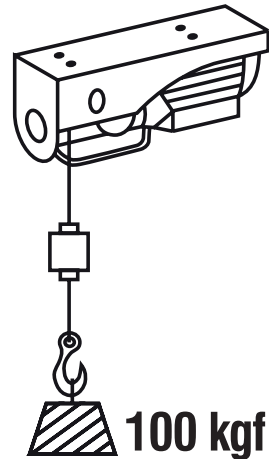

Fig. 15 – Guincho com a configuração simples
- c. Com a configuração simples, sem o gancho com a polia de inversão, a capacidade de carga máxima é de 100 kg (Fig. 15), com elevação máxima de 12 metros de altura.